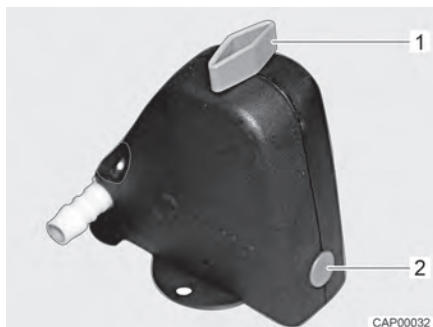
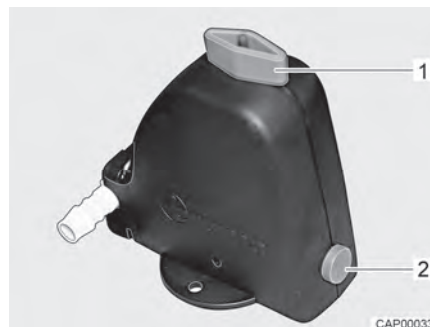

Fig. 141 Válvula de seguridad/purga cerrada
Fig. 142 Válvula de seguridad/purga abierta
- Abrir la válvula de seguridad/purga (Fig. 141). Para ello, girar el botón giratorio (Fig. 141,1) a la posición longitudinal en referencia a la válvula de seguridad/purga. El botón (Fig. 141,2) salta hacia fuera. La válvula de seguridad/purga abierta se muestra en Fig. 142.